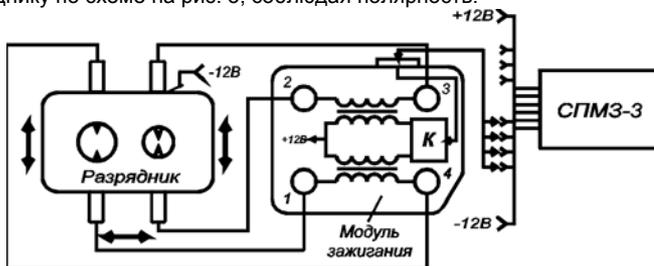

Рис. 3.
1) Снимите ВВ провода со свечей зажигания и присоедините их к разряднику по схеме на рис. 3, соблюдая полярность.